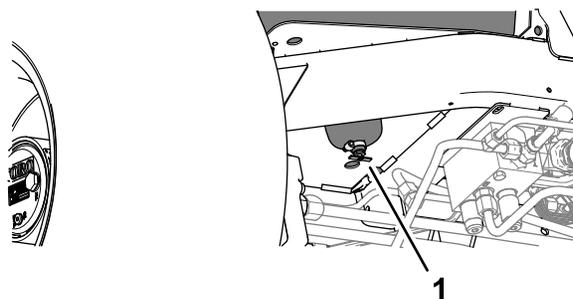

Рисунок 83
2. Поставьте сливную емкость под сливной клапан в нижней части топливного бака (Рисунок 83).